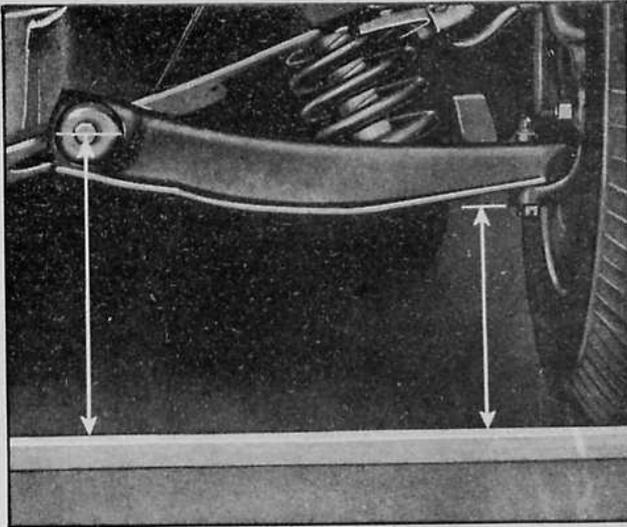

Fig. 1 - Kontrolle der Vorderfedern.
2. Miss auf einem flachen Boden die beiden Distanzen wie in Fig. 1. Die Differenz dieser beiden Distanzen soll 63 - 76 mm betragen.